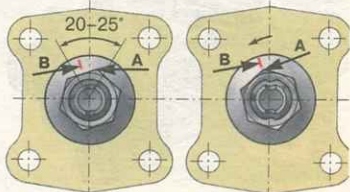

Рис. 5.8. Схема регулировки подшипников ступицы переднего колеса: А — кромка гайки; В — метка на шайбе
- на шайбе сделайте метку В (рис. 5.8), затем отпустите на 20–25° гайку так, чтобы кромка А немного не дошла до метки В;